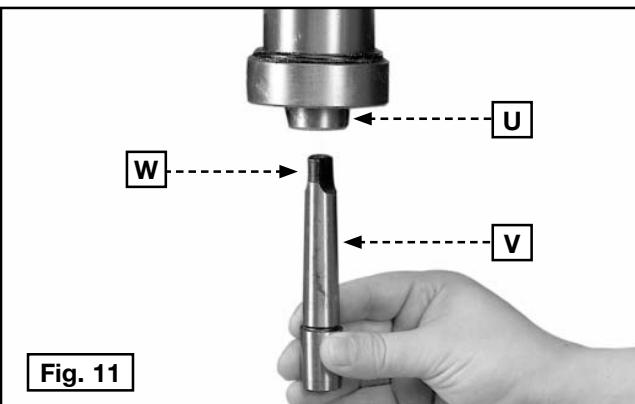

Fig. 11
**IMPORTANT :** s'assurer que le trou conique à l'extrémité de la broche (U), fig. 11, et l'adaptateur conique de broche (V) sont propres et exempts de graisse, laque ou revêtement antirouille.
Enfoncez l'adaptateur de broche (V), fig. 11, dans la broche (U), en vous assurant que le tenon (W) s'enclenche sur la fente correspondante à l'intérieur de la broche (U).